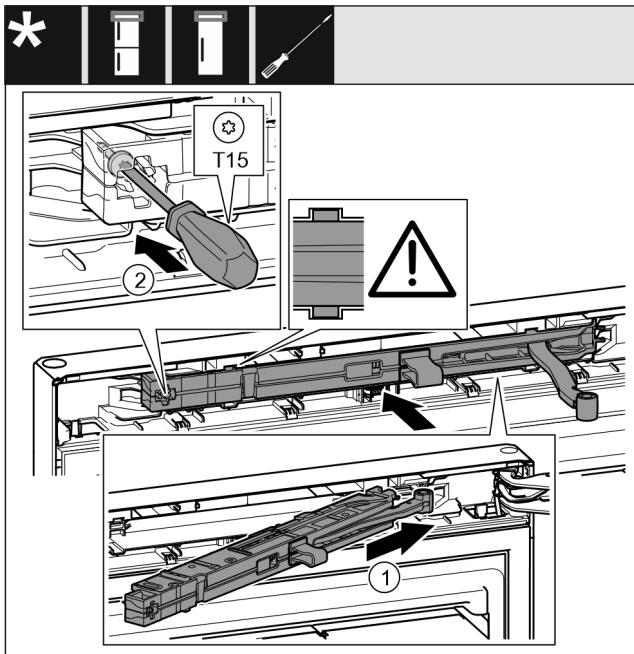

Fig. 23
- ▶ 将托架侧面的关门阻尼单元 Fig. 23 (1) 倾斜插入凹槽直至止挡装置。
- ▶ 用螺丝刀拧紧螺钉 Fig. 23 (2)。